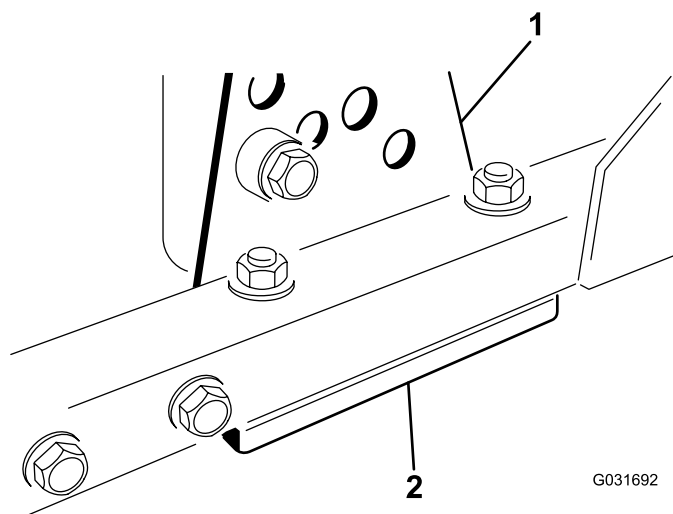

図 95
1. 刈り高ブラケット前、左、右のうち1つをデッキのフレームから外す図 95。
2. デッキフレームとブラケットとの間に厚さ 1.5mm または 0.7mm のシム、場合によってはこれらの両方を挿入して、希望する刈高を達成する図 95。